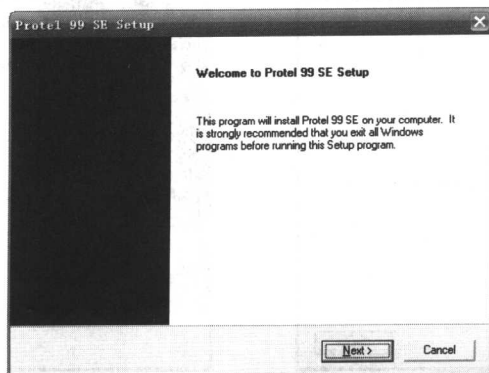

图 1-1 Protel 99 SE 安装向导对话框
(1) 在 Windows 操作系统下双击安装目录里的 “steup.exe” 文件, 会弹出如图 1-1 所示的安装向导对话框。